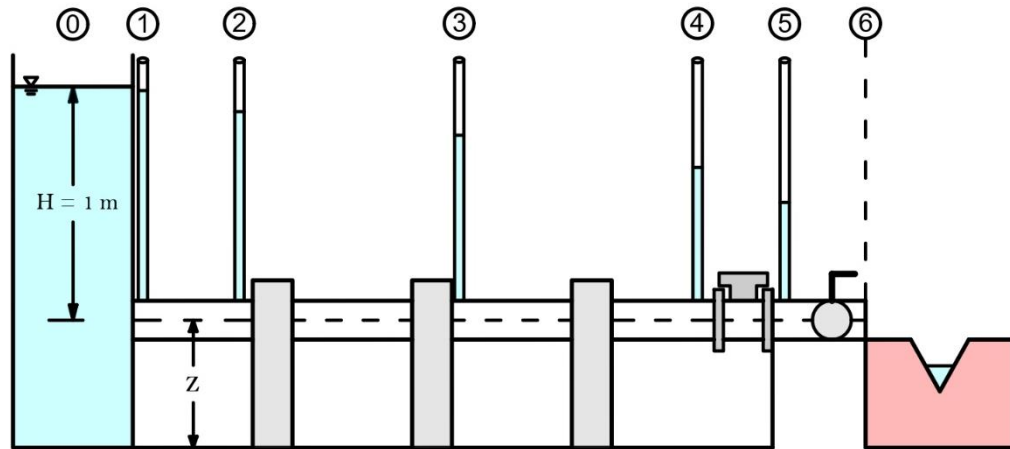

Figura 1. Tubería a presión con válvula de esfera.
3. Establecer un nivel, $H = 1 \text{ m}$, sobre el eje de la tubería en el tanque de carga constante, figura 1.